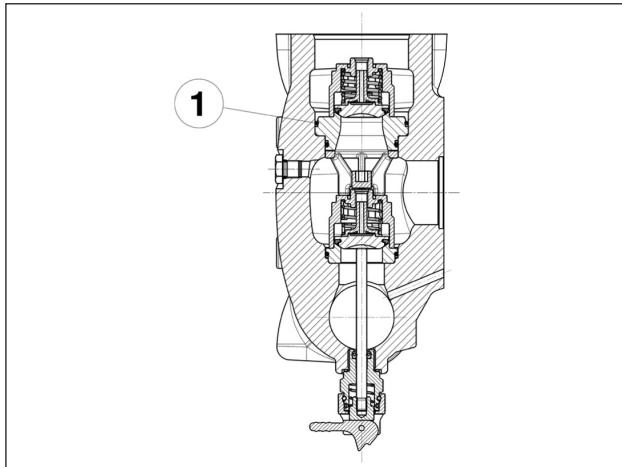

Рис. 128
Будьте особенно осторожны при установке уплотнительного кольца O-ring, указанного на поз. ①, Рис. 128.